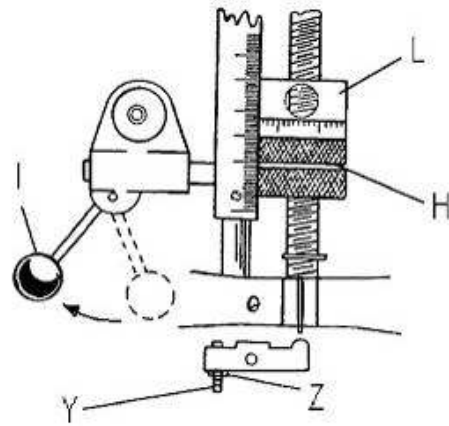

Рис. 10
Ослабьте контргайку (Z, рис. 10). Введите в зацепление рычаг подачи сверления (I). Установите регулировочную гайку глубины сверления (H) против концевого упора (L). Медленно поворачивайте регулировочный винт до тех пор, пока рычаг подачи сверления (I) не выйдет из зацепления. Сильно затяните контргайку (Z).